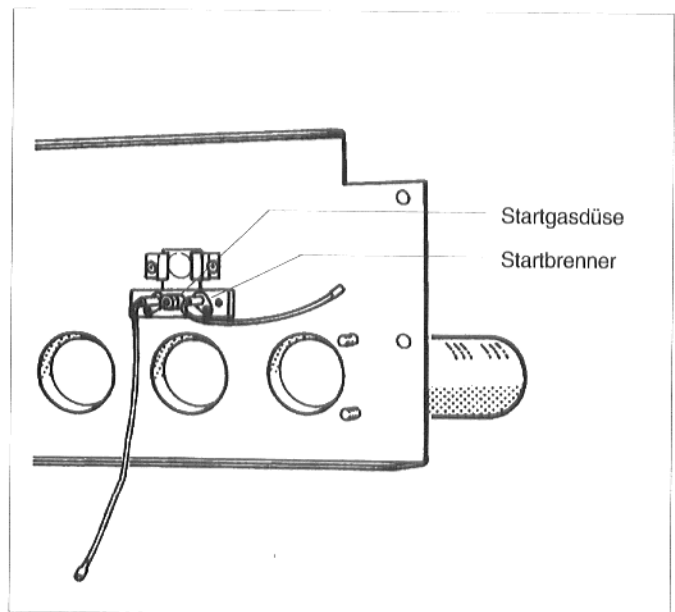

Abb. 24: Startbrenner
- Startgasdüse (Durchmesser: 0,5 mm; Kennzeichnung: 5) und Luftsieb herausnehmen und ausblasen (Abb. 24).
- Die beiden Schrauben am Startbrenner lösen und Startbrenner vorsichtig herausziehen (Abb. 24).